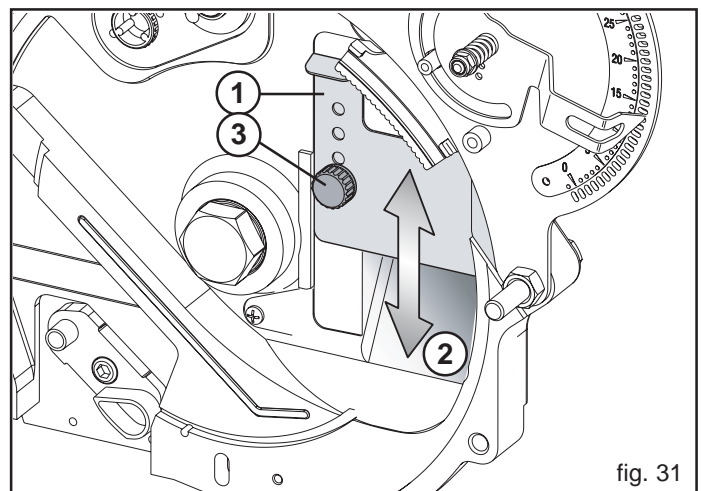

fig. 31
Die Überlaufplatte (1 Abb. 31) kann in drei Stellungen eingestellt werden und bestimmt die Öffnungsweite des Sameneinlaufs (2 Abb. 31), so daß die Samen nicht infolge einer übermäßigen Zufuhr aus dem Verteiler austreten können. Diese Einstellung ist vor allem bei besonders steilem Boden und bei kleinen Samen erforderlich.
**ANMERKUNG: Sicherstellen, dass der Kugelgriff (3, Abb. 31) gut festgezogen ist.**